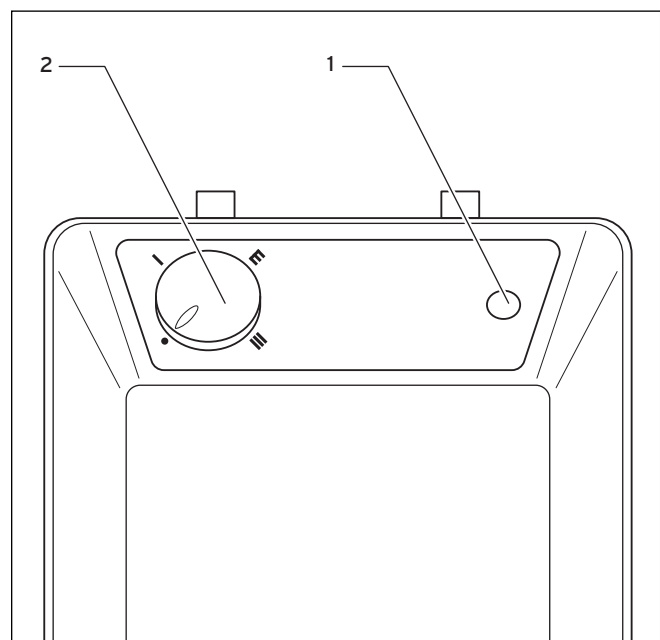
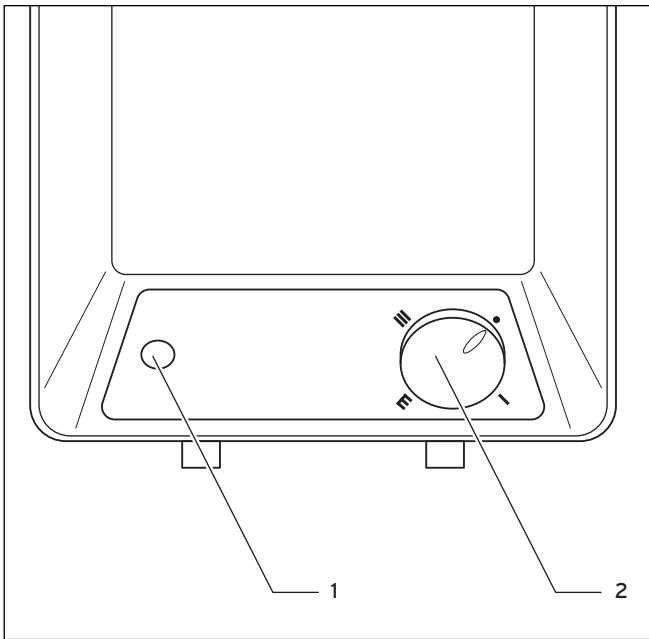

Abb. 7.1 Bedienelemente Untertischgerät
Abb. 7.2 Bedienelemente Übertischgerät
Der Elektro-Warmwasserspeicher schaltet selbsttätig ein, wenn die am Temperaturwähler (→ (1), Abb. 7.1, Abb. 7.2) eingestellte Wassertemperatur unterschritten ist. Der Elektro-Warmwasserspeicher schaltet selbsttätig ab, wenn die am Temperaturwähler eingestellte Wassertemperatur erreicht ist.